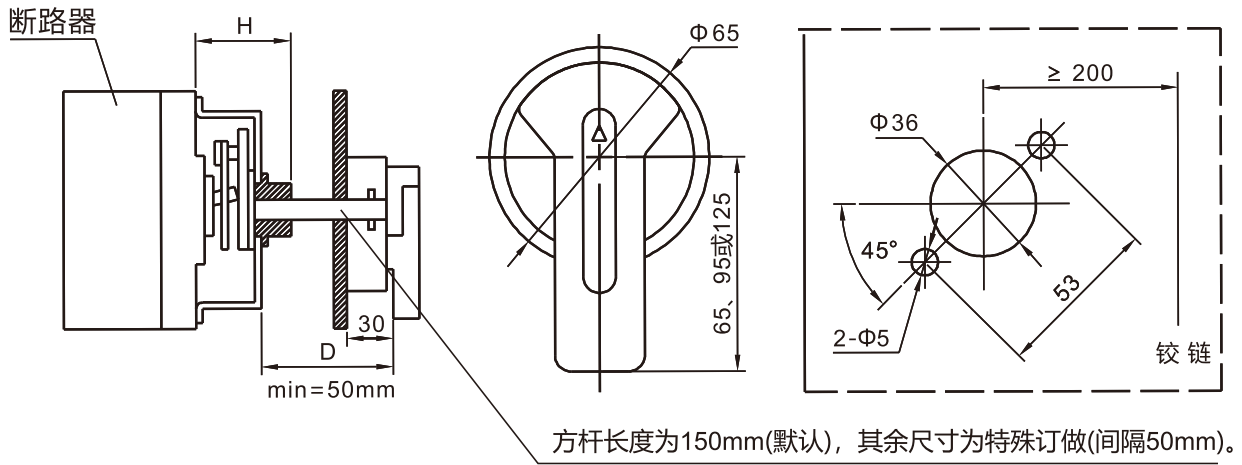

图13 手动操作机构尺寸图
15.2.1 手操机构安装时先按图示尺寸开孔，在开关柜门板上当转动手柄“OFF”指示在水平位置时固定好手柄。然后试着操作手柄，转动应灵活自如，并且手柄在水平位置时断路器应分闸，手柄在垂直位置时断路器应合闸，产品出厂默认为圆形手柄(A型)，如需要方形手柄(F型)，需注明。具体见图13和表17。